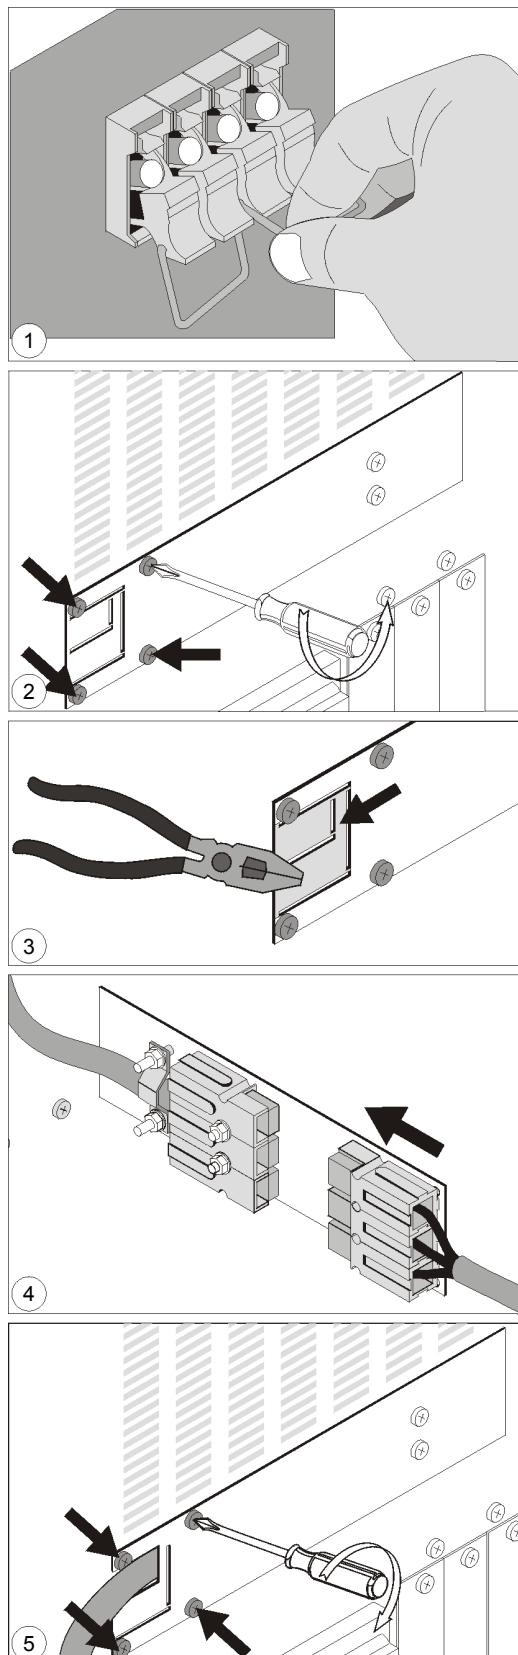

Рис. 7. LP 5/6-31T: Установка дополнительных батарейных блоков.
1. Откройте гнезда предохранителей на задней панели корпуса ИБП (17) и батарейного блока (18) и убедитесь, что предохранители удалены.
2. Задняя панель ИБП: отвинтите 4 болта, которые крепят крышку разъема постоянного тока (15), и откройте крышку. Розетка постоянного тока установлена на внутренней стороне крышки.
3. Отломайте часть крышки: большую часть (показана серым цветом на рис.7), если блок доп. батарей снабжен фиксатором (19 на рис.13а), в противном случае – меньшую часть. При наличии фиксатора, закрепите его на крышке.
4. Подсоедините разъем батарейного блока (15а) к розетке на ИБП (15). При правильном соединении, Вы услышите щелчок.
5. Пропустите кабель постоянного тока через отверстие в левой стороне крышки (15) и установите крышку на место. Заверните 4 болта.
7. Вставьте 2 предохранителя (7 Ач) или 4 предохранителя (14 Ач) в каждый батарейный блок и закройте держатели (18).